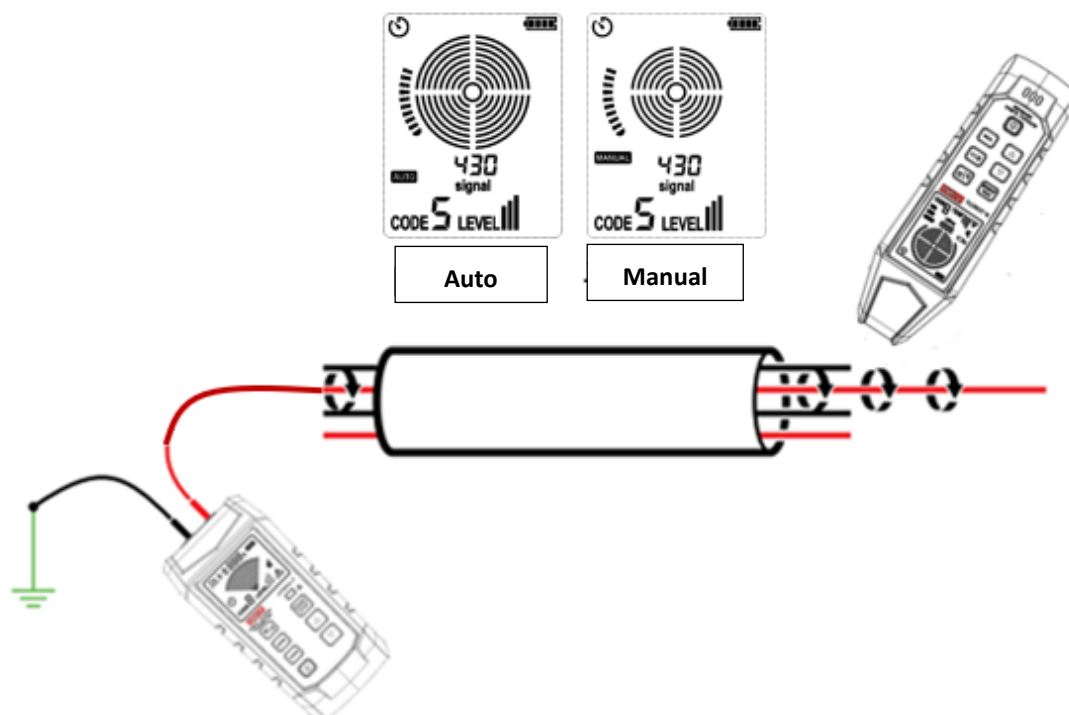

Figura 8.8.1a Identificar el cable específico en el mazo de cables
5. Consulte la Figura 8.8.1a para la aplicación específica